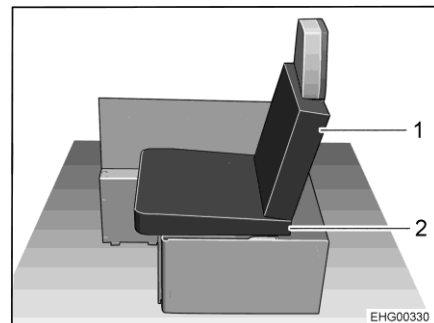

Bild 35 Efter ombyggnad
- Placera en av sittdynorna från den vänstra längsgående sittbänken som sittdyna (Bild 35,2) på sittbänken. Notera kilformen på sittdynan: Sittdynan måste sluta något mot ryggstödet (se Bild 35).
- Fäst en av de medföljande extra dynorna som ryggkudde (Bild 35,1) på ryggstödet på den hopfällbara stolen.